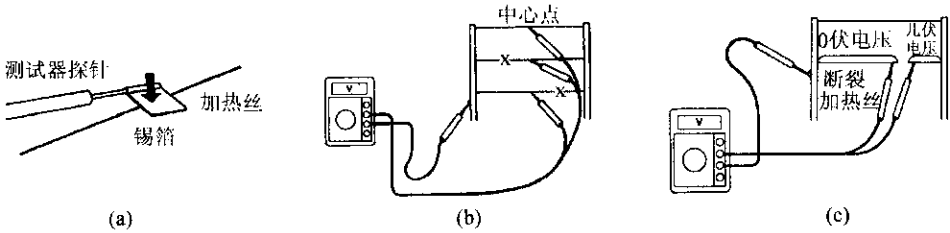

图 9-84 检测除雾器加热丝
在擦玻璃时，应使用柔软的干布，沿加热丝方向擦玻璃，小心不要损坏加热丝。不要使用洗涤剂及含有磨料的玻璃清洁剂。在测量电压时，在负极探针端部卷一片锡箔，用手指将锡箔压到加热丝上，如图 9-84 (a) 所示。
- (1) 将点火开关转至 ON。
- (2) 将除雾器开关转至 ON。
- (3) 检查每根加热丝中心点处的电压，如图 9-84 (b) 示。如电压超过 10V，在加热丝中心及正极端之间有断点。如无电压，则为加热丝中心与搭铁之间有断点。